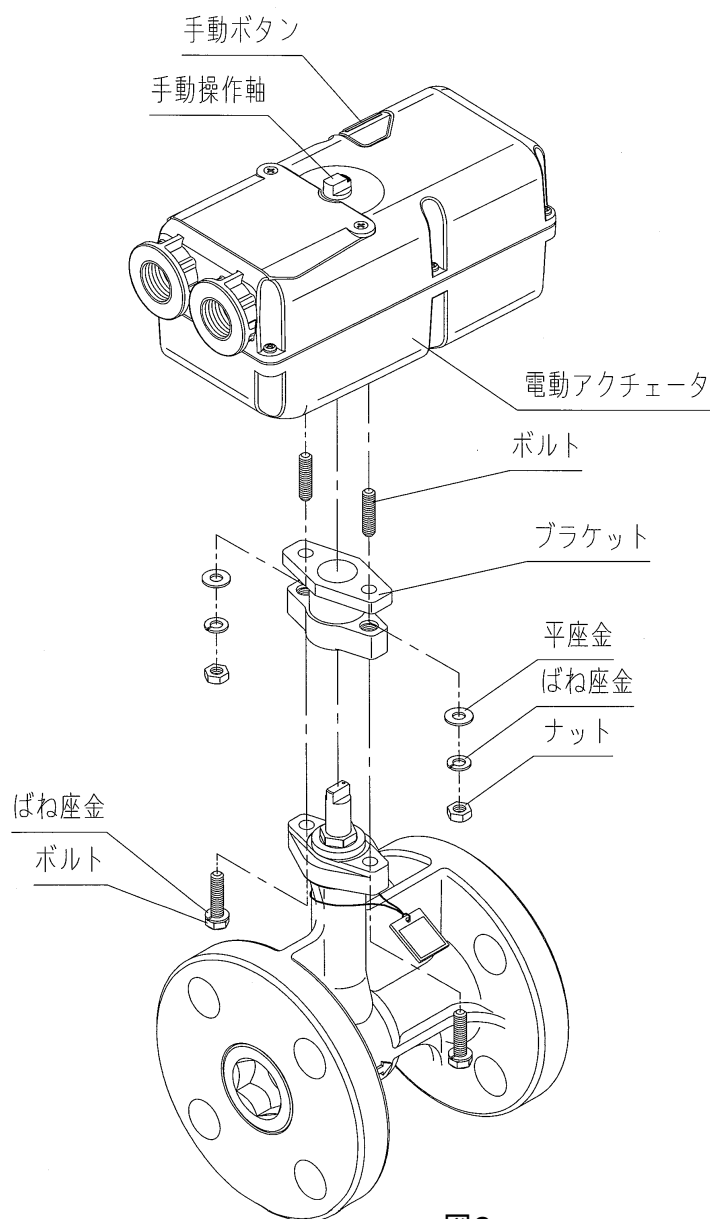

図2
1.1 バルブと電動アクチュエータの接続は図2に示す通りです。